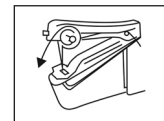

Abb. 11
- 2) Führen Sie den Faden über die Spannungsregelung zwischen die beiden silberfarbenen Scheiben (siehe Abb. 11).